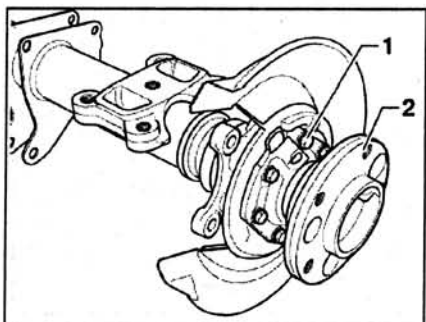

Рис. 5.9. Открутите болты 1 крепления крышки подшипника и извлеките полуось 2 из балки заднего моста.
4. Открутите болты 1 крепления крышки подшипника и извлеките полуось 2 из балки заднего моста (рис. 5.9).